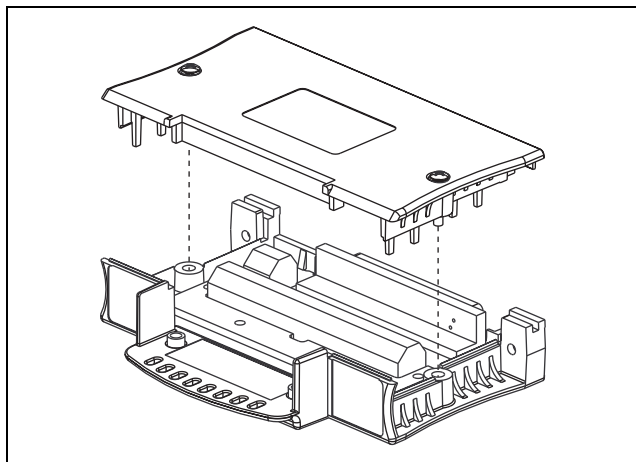

図 3. cFP-CB-x から上部カバーを外す
1. 上部カバーのネジを緩め、カバーを外します。図 3 を参照してください。